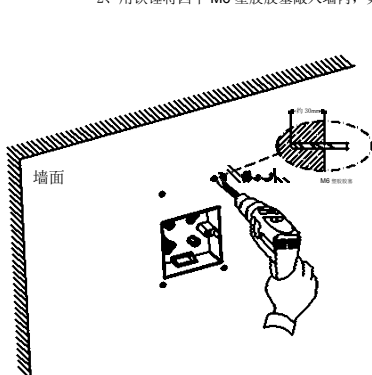

图 3-1
- 1、用冲击钻装 6 毫米钻头在上一步所做的记号处打四个孔，深度约 30mm，如图 3-1 所示